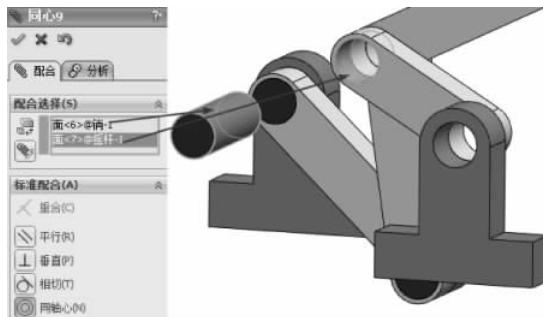

图 3-195 同轴心配合
(27) 选择【标准配合】选项组下的【同轴心】配合类型  ,在【要配合的实体】选择框 中选择如图 3-195 所示的面,其他保持默认,单击【确定】按钮 ,完成同轴心配合。